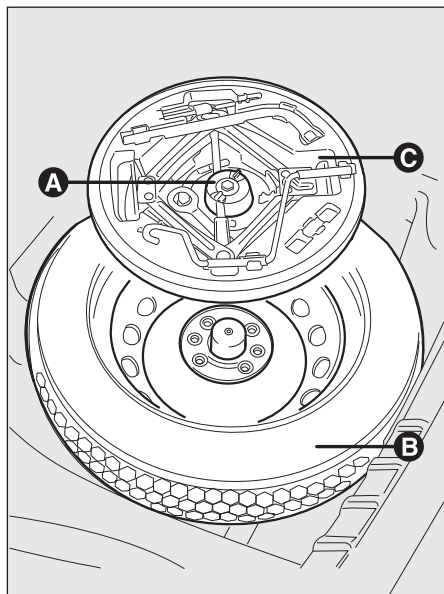

fig. 145
- ☐ quite los dos tornillos de fijación A-fig. 145;